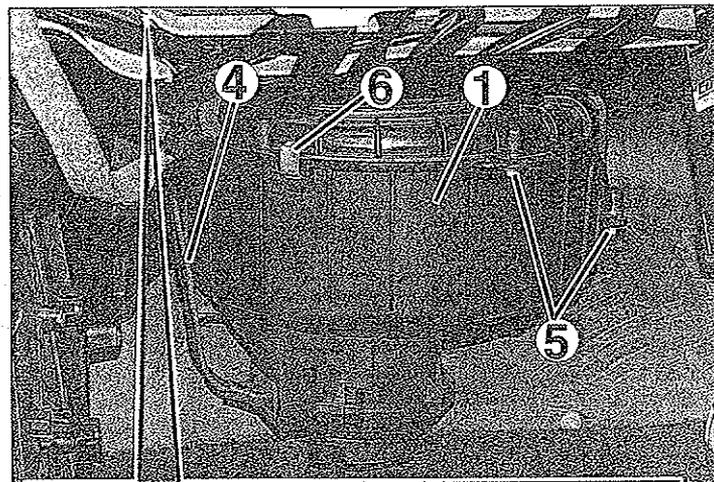

FIG. 10
- Sacar los conectores (3) de alimentación del ventilador (1) de calefacción (fig. 10).
- Separar el cableado (4).
- Desmontar los tornillos (5) y los clips (6) de fijación.
Desconectar el ventilador de refrigeración (fig. 10).